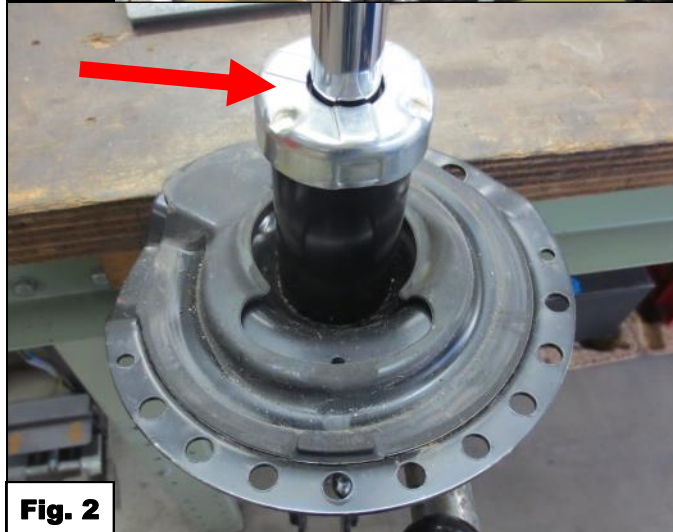

Fig. 2
4. Make the top of the shock absorber free of greasiness. *See figure 2.*
4. Machen Sie dem Stoßdämpfers an die obere Seite fettfrei. *Siehe Abb. 2.*
4. Dégraissez la partie supérieure du tuyau d'aspiration de l'amortisseur. *Voir fig. 2.*